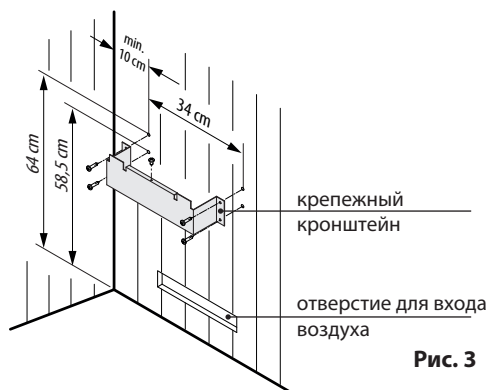

Рис. 3
1. Надежно привинтите крепжный кронштейн при помощи прилагаемых винтов для древесно-стружечных плит к стенке кабины посередине над отверстием для притока воздуха согласно рис. 3 + 4.